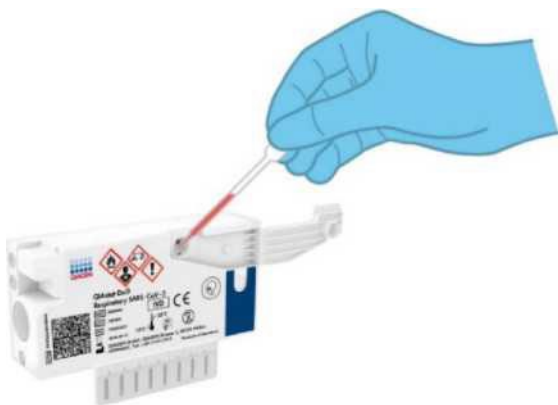

Рис. 41. Перенос образца в главный порт картриджа QIAstat-Dx Respiratory SARS-CoV-2 Panel.
3. Осторожно перенесите 300 мкл образца в главный порт картриджа QIAstat-Dx Respiratory SARS-CoV-2 Panel с помощью прилагаемой одноразовой пипетки для переноса (рис. 41).